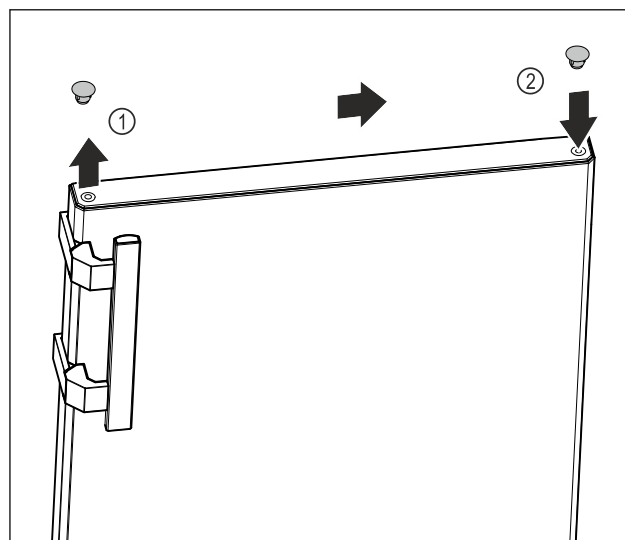

Fig. 10
- Lyft försiktigt täckplugg på dörrens ovansida Fig. 10 (1) med spårskruvmejsel.
- Sätt in täckplugg på motsatta sidan. Fig. 10 (2)